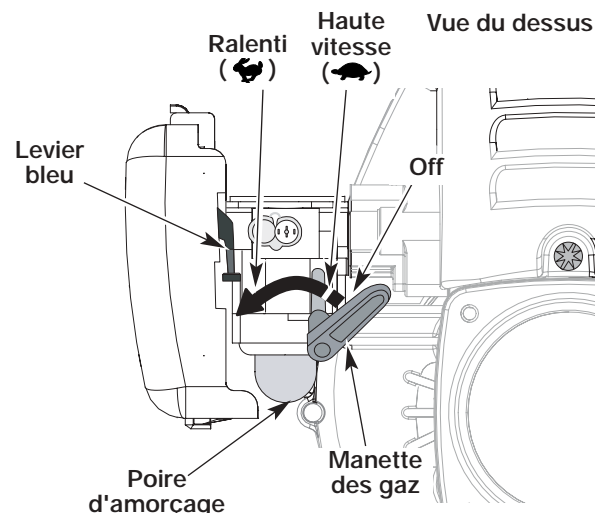
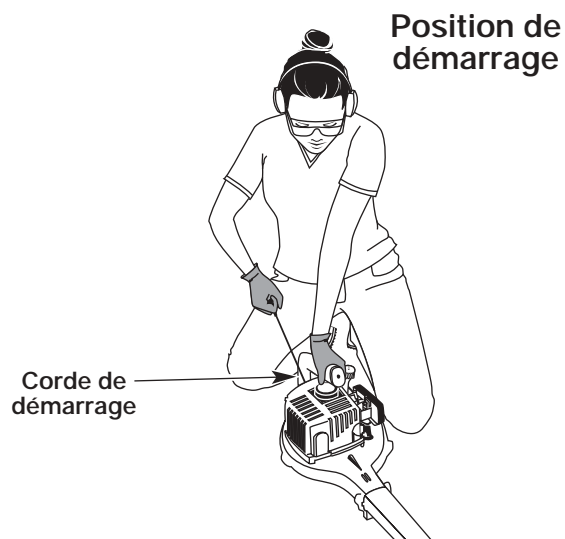

Fig. 2
Fig. 4
AVERTISSEMENT: éviter le démarrage accidentel. Se tenir en position de démarrage pour lancer le moteur (Fig. 4). Lors du démarrage, l'opérateur et l'outil doivent être en position d'équilibre afin d'éviter le risque de blessures graves.
2. Pressez et relâchez la poire d'amorçage à 10 reprises, lentement. Une certaine quantité de carburant devrait être visible dans la poire d'amorçage et les conduites de carburant (Fig. 2). Si vous n'apercevez pas de carburant dans la poire, pressez et relâchez la poire autant de fois que nécessaire jusqu'à ce que vous aperceviez du carburant dans cette dernière.
4. Mettre l'outil en position de démarrage (Fig. 4). Mettez la manette des gaz en position de haute vitesse (🐇) (Fig. 2).
1. Pour éteindre le souffleur, déplacez le levier du contrôle des gaz tout à fait à droite, passé la position ralenti (🐢) jusqu'à ce qu'il clique. Veillez à déplacer le levier contre la butée à l'extrême droite pour éteindre l'appareil (Fig. 2).